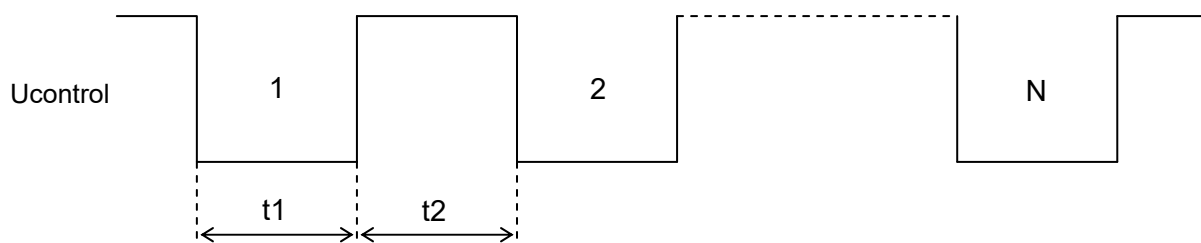

Рис. 8
Для запуска теста на вход Ucontrol необходимо подать последовательность отрицательных импульсов, изображенную на рис. 8.
4. На графике разрядных характеристик аккумулятора находим кривую, соответствующую полученному отношению (в качестве примера на рис. 8 приведены типовые разрядные характеристики аккумуляторов CSB серии GP). Ищем точку пересечения этой кривой с горизонтальной линией, соответствующей напряжению отключения ИБП U_{off} (по умолчанию 10,5В, на графике показана красным цветом). Проводим из этой точки вертикаль к оси времени и получаем время автономной работы ИБП.